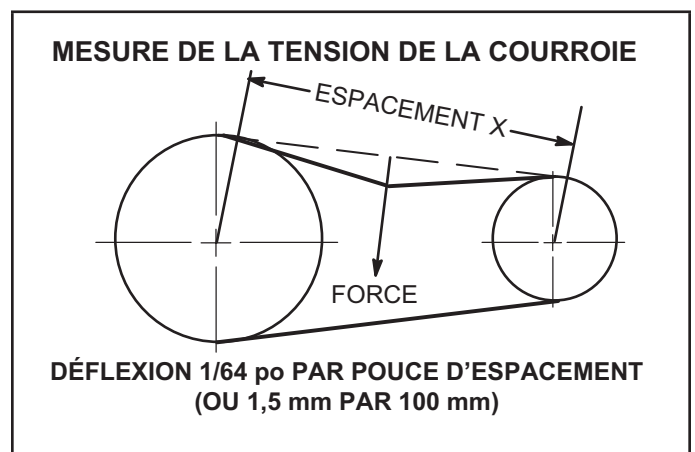

FIGURE 16
- 1 - Mesurer l'espacement X. Se reporter à la FIGURE 16.
- 2 - Appliquer une force perpendiculairement au centre de l'espacement (X) avec une pression suffisante pour faire fléchir la courroie de 1/64 po par pouce d'espacement (1,5 mm par 100 mm d'espacement).